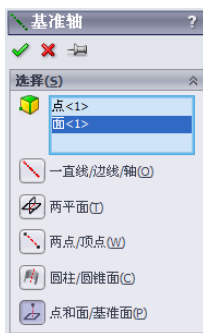

图 6-39 “基准轴”属性管理器
④ 执行基准轴命令。选择菜单栏中的“插入”→“参考几何体”→“基准轴”命令，或者单击“参考几何体”工具栏中的“基准轴”图标，此时系统弹出如图 6-39 所示的“基